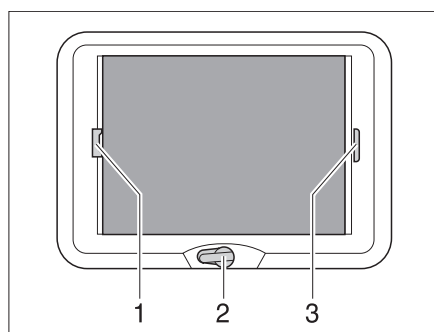

Fig. 26 Oblò a manovella
- Ruotare la manovella (Fig. 26,2) fino a quando non si incontra resistenza (angolo di apertura max. 70°).
- Tirare la tendina oscurante pieghevole per la maniglia (Fig. 26,3) e rilasciarla alla posizione desiderata. La tendina oscurante pieghevole rimane in questa posizione.
- Tirare la protezione contro gli insetti per la maniglia (Fig. 26,1) verso la maniglia contrapposta della tendina oscurante pieghevole (Fig. 26,3) e farla innestare.
- Tirare la maniglia della protezione contro gli insetti (Fig. 26,1) dietro, verso l'alto, e sganciare la protezione contro gli insetti dalla tendina oscurante pieghevole (Fig. 26,3).